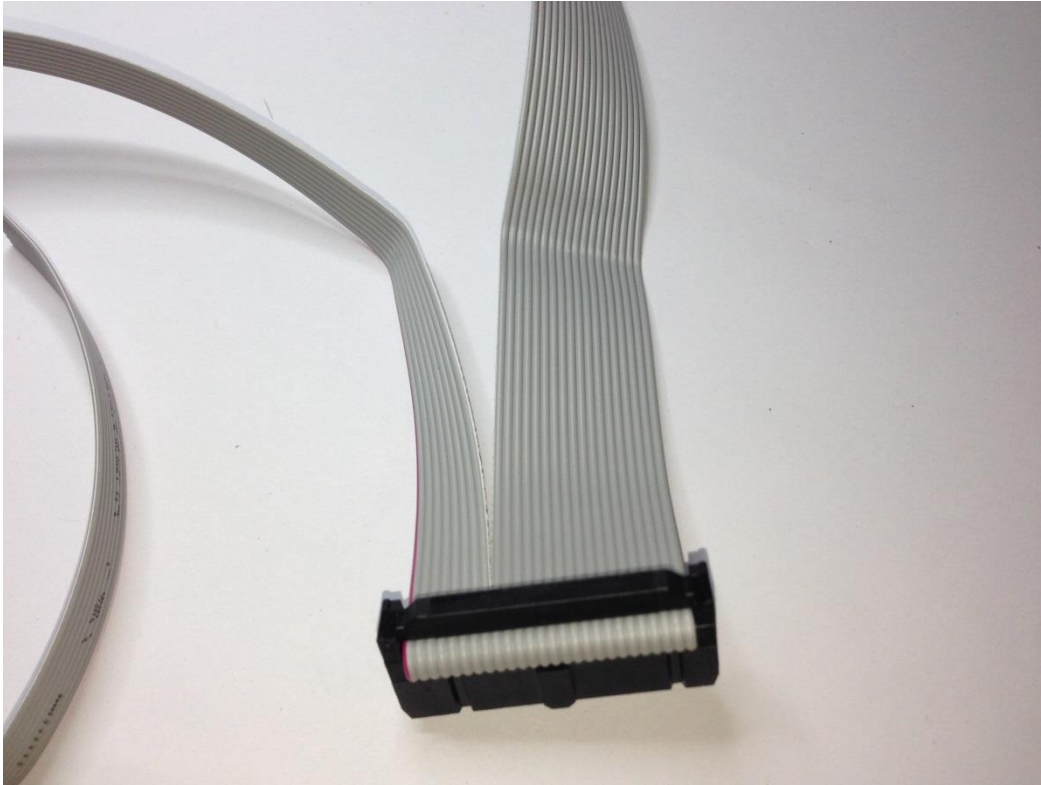

Bild 26
7.10. Das Kabel bis zum Stecker auftrennen (Bild 26).